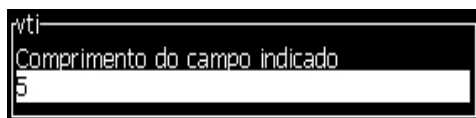

Figura 5-27: Caixa de diálogo *Comprimento do campo indicado*
- 8 Pressione a tecla *Enter* para abrir a janela *Comprimento do campo indicado* (veja Figura 5-27).